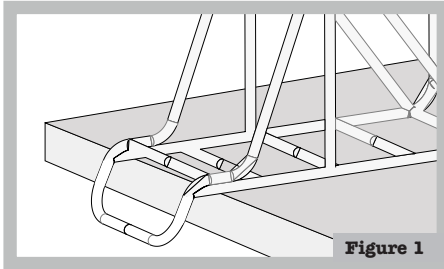

Figure 1
- Commencez avec un espace de travail propre, faites l'inventaire de la visserie et rassemblez les fournitures. Placez le porte-bagages à l'envers sur la surface de travail. L'arrière du porte-bagages doit dépasser du bord de la surface de travail, comme illustré à la figure 1.